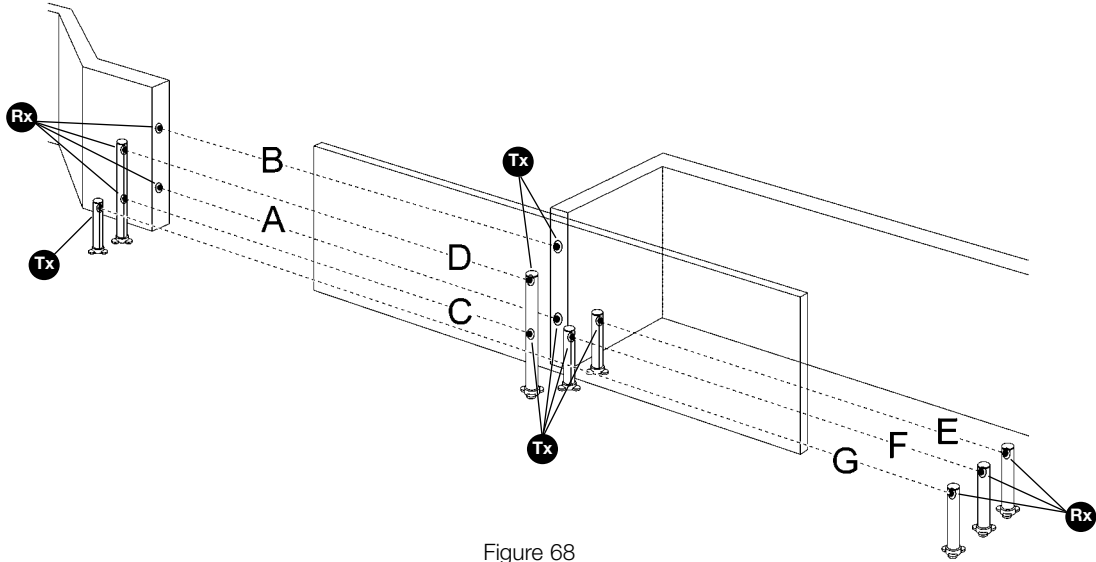

Figure 68
À tout moment, il est possible d'installer d'autres photocellules en plus de celles qui sont fournies de série avec SL1. Dans un automatisme pour portails coulissants, il est possible de les placer suivant les indications de la figure 68.
- 2 Identifier la position dans laquelle elles sont installées suivant la figure 68 et effectuer la connexion volante suivant le Tableau 9.